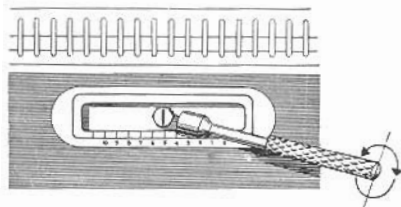

Fig. 3
**Grandeur de la maille:** Lorsque le peigne est enlevé de ses supports, la vis et l'échelle (chiffres 10—0) destinées au réglage de la grandeur de la maille deviennent visibles. A l'aide de la clef de réglage, on tourne la vis en regard du chiffre désiré (fig. 3).